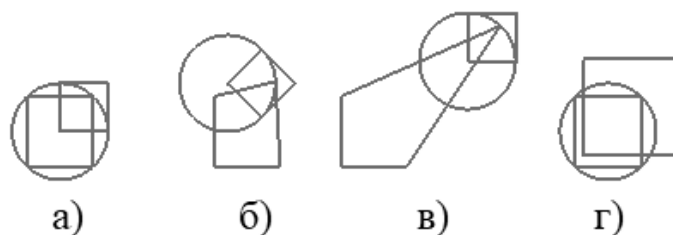

Рисунок 40 – Деформация объекта
**Деформация объектов.** Команды деформации используются в случаях, когда необходимо сдвинуть, повернуть или масштабировать часть изображения таким образом, чтобы объекты, положение характерных точек которых изменилось, не потеряли связь с неподвижными объектами (рисунок 40). Команды деформации не требуют предварительного выделения объектов. После вызова команды необходимо задать прямоугольную рамку для выделения объектов для деформации. Система формирует текущую рамку выделения. Если полученный набор объектов не удовлетворяет, можно повторить выделение, используя кнопку «Выделить новой рамкой» на панели управления. Кнопка «Исключить/добавить объект» управляет выделенными объектами, позволяя исключить лишние.
Параметры команд деформации объектов: «Деформация перемещением» (рисунок 40 в), «Деформация поворотом» (рисунок 40 б) и «Деформация масштабированием» (рисунок 40 г) аналогичны параметрам соответствующих команд «Переместить по координатам», «Повернуть» и «Масштабировать».